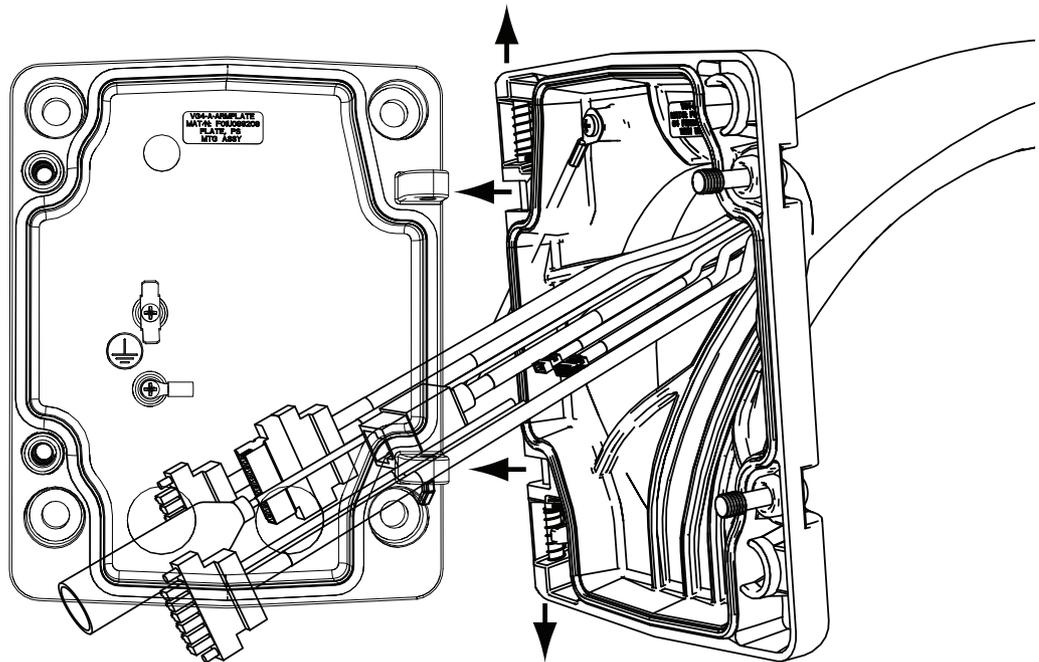

Figura 2.12 Conexión del soporte de pared a la placa de montaje
3. Mantenga abierto el pasador de bisagra superior y alinee las bisagras inferior y superior del soporte de pared con los puntos de acoplamiento de la placa de montaje. Consulte *Figura 2.12* (arriba) para ver una ilustración.